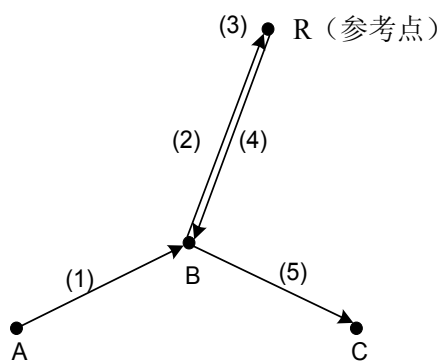

图 3-3-1-1
- 1、G28 程序段的动作可分解成如下（参见图 3-3-1-1）：